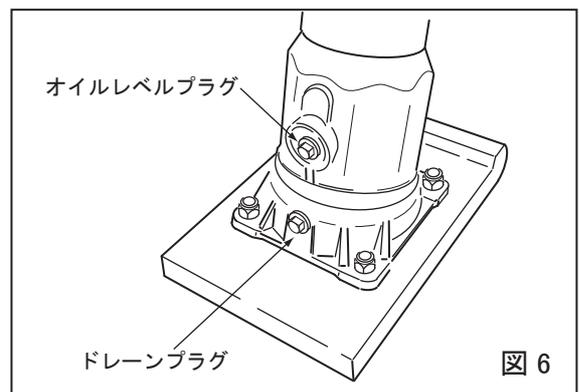

図 6
- 7.4 機体を水平な場所に置いて、プロテクトスリーブのオイルレベルプラグを取り外し、潤滑油が口まで入っているかを確認してください。潤滑油は自動車用エンジンオイルSEまたはSF級以上の10W-30を520cc入れてください。オイルレベルプラグ、ドレーンプラグの締め付けトルクは39.2(N・m)<400(kgf・cm)>です。(図6)